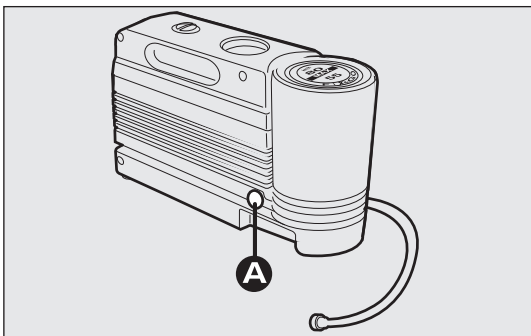

fig. 177
- Tryck på knapp A-fig. 177 för att lossa flaskan.